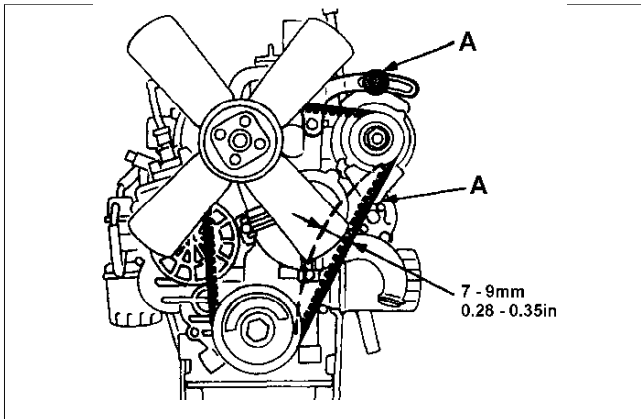

Fig.42
- (a) Release the two bolts (A Fig.42) holding the alternator and adjust alternator until the tension is correct.
- (a) Draai de twee bouten (A afb.42) waarmee de wisselstroomdynamo vastzit los en verstel de dynamo totdat de spanning correct is.
Dévisser les deux boulons (Fig. 42 "A") en maintenant l'alternateur, puis ajuster ce dernier jusqu'à ce que la tension soit correcte.